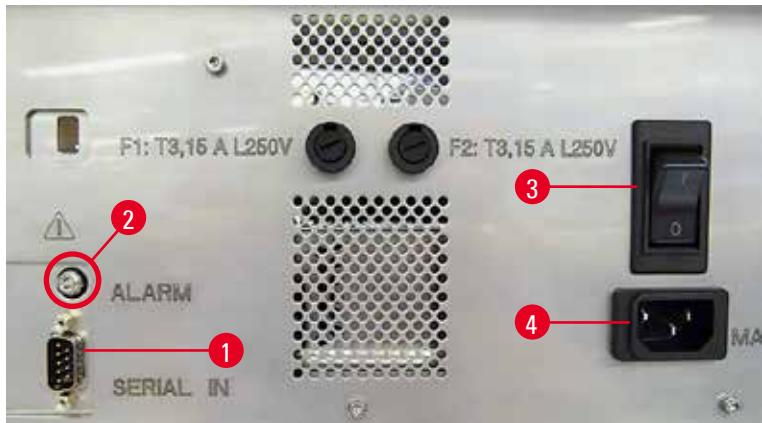

図 27
① 電気接続部は、装置の背面パネルにあります(→「図 27」)。